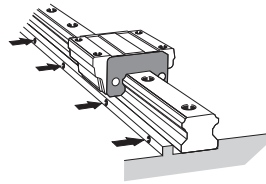

Abb. 9 Anziehen der Andruckschrauben
(3) Die Andruckschrauben an der Führungsschiene anziehen, bis enger Kontakt an der seitlichen Anschlagfläche besteht (siehe Abb. 9).